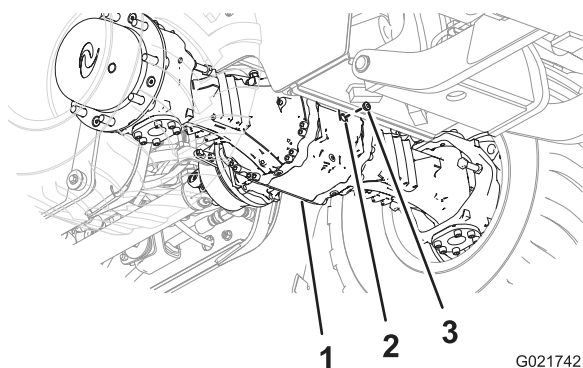
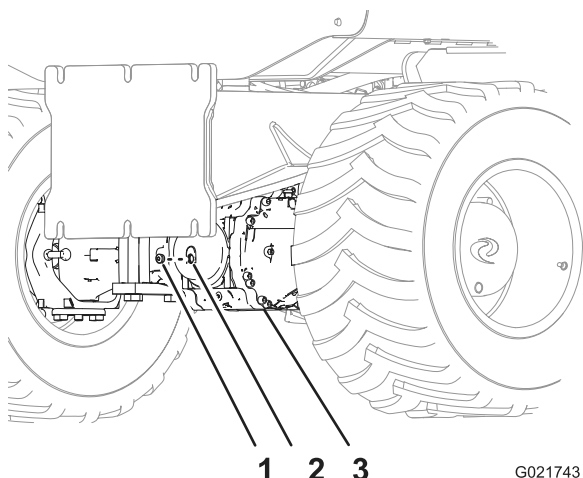

Figura 67
Figura 68
3. Verifique pelo orifício de nível se o nível do óleo no eixo está alinhado com a borda interior do orifício (Figura 67 e Figura 68).
6. Instale o bujão no orifício de nível na caixa do pinhão do eixo (Figura 67 e Figura 68).